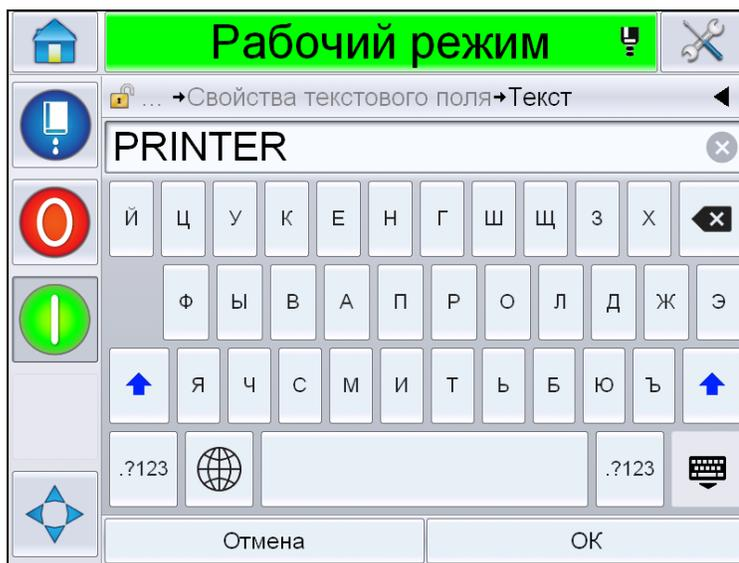

Рис. 5-35: Введите Свободный текст
- 15 Нажмите . Отобразится страница *Добавить поле*. Выберите поле Свободного текста Отобразится страница *QWERTY* для ввода свободного текста. (Рис. 5-35).